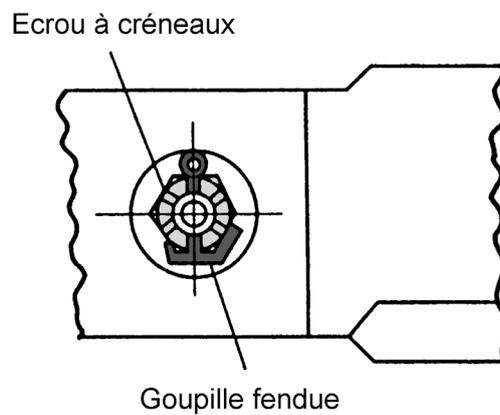

Figure 24
- Remontage de la lame : procédez en sens inverse du démontage, utilisez systématiquement une goupille neuve, placez la sur l'écrou à créneau et la vis comme montré sur la Figure 24.